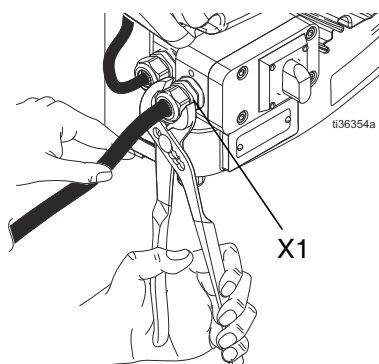

FIG. 5 : Vis du boîtier de raccordement et presse-étoupe du passe-cable
- Remettre les vis et rondelles du boîtier de raccordement qui ont été déposées à l'étape 2 et serrer le presse-étoupe (X1) de façon à ce qu'il maintienne solidement le cordon d'alimentation dans le boîtier de raccordement (Y). Voir FIG. 5.